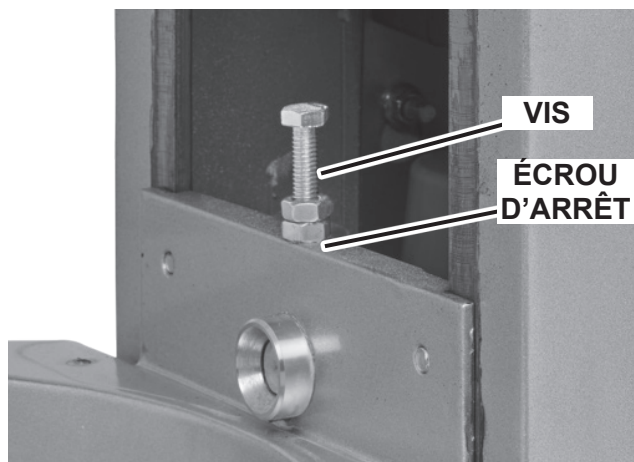

Fig. 13
- Réglez la distance de dégagement en desserrant l'écrou d'arrêt et en déplaçant la vis (fig. 13) dans le sens horaire pour augmenter la distance de dégagement ou dans le sens antihoraire pour diminuer la distance de dégagement.